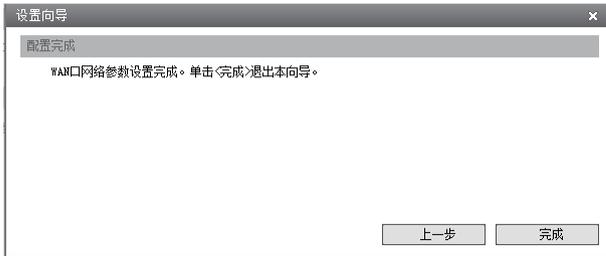

图4-13 配置完成
7. 连接成功后会出现配置完成界面，如**图4-13**所示。单击“完成”退出设置向导。（多WAN口企业VPN路由器可以单击“继续”进行其他WAN口的设置）。